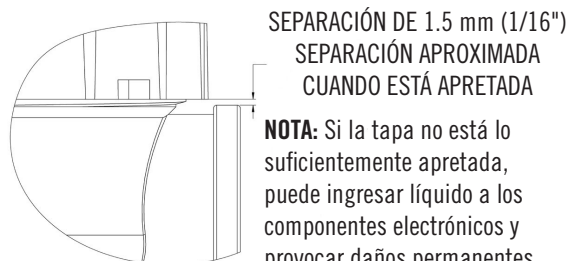

FIGURA 3
5. Enrosque la tapa del medidor manualmente. Para verificar el apriete, debería haber una separación de aproximadamente 1.5 mm (1/16") entre la tapa y el borde del puerto de salida (consulte la Figura 3).